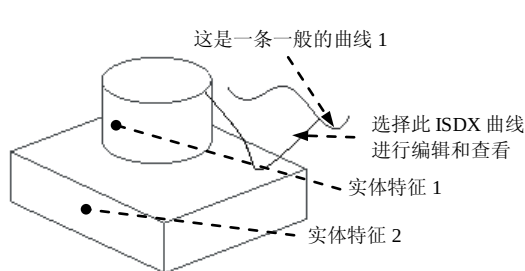

图 8.2.28 选择 ISDX 曲线
Step3. 单击 **样式** 功能选项卡 **曲线** 区域中的“曲线编辑”按钮 。选取图 8.2.28 中的 ISDX 曲线。